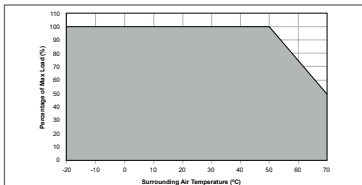

Fig. 5. Output Load De-rating
- $> 50^\circ\text{C}$ de-rate power by 2% / $^\circ\text{C}$ (Refer to Fig. 5).
- 入力電圧によるディレーティング特性（図 5 参照）。